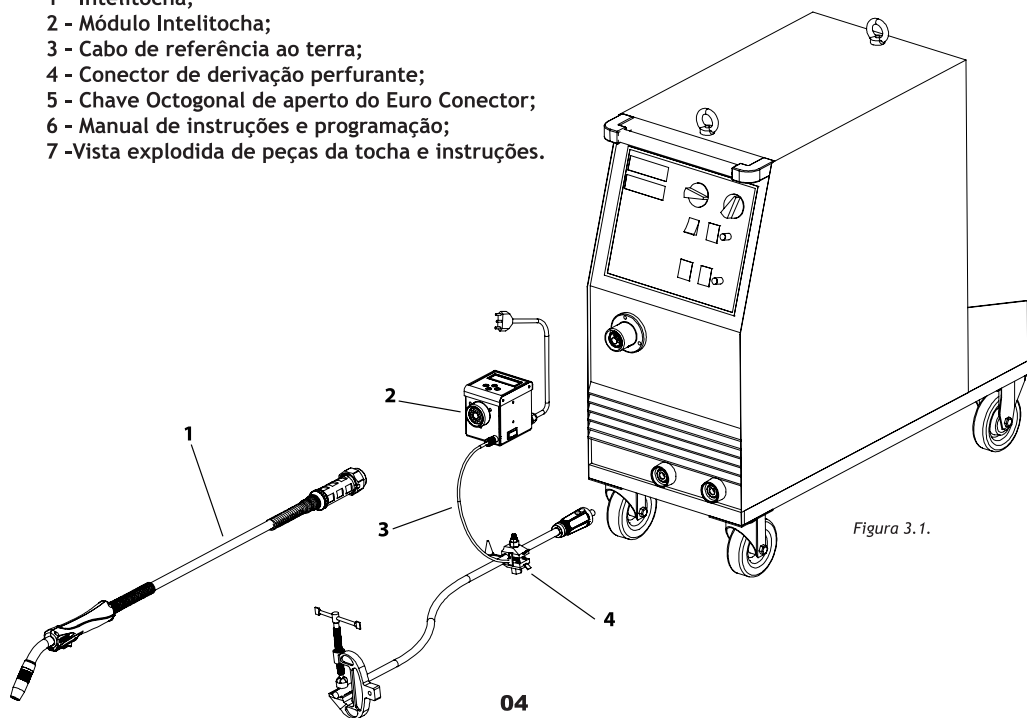

Figura 3.1.
A Intelitocha SUMIG foi projetada para ser adaptada a qualquer equipamento de solda MIG / MAG com conexão Euro Conector. Proceda a sequência a seguir observando a Figura 3.1 para correta instalação.
C4) Conecte a outra extremidade do cabo de referência (3) ao módulo Intelitocha (2) conforme a Figura 3.1.